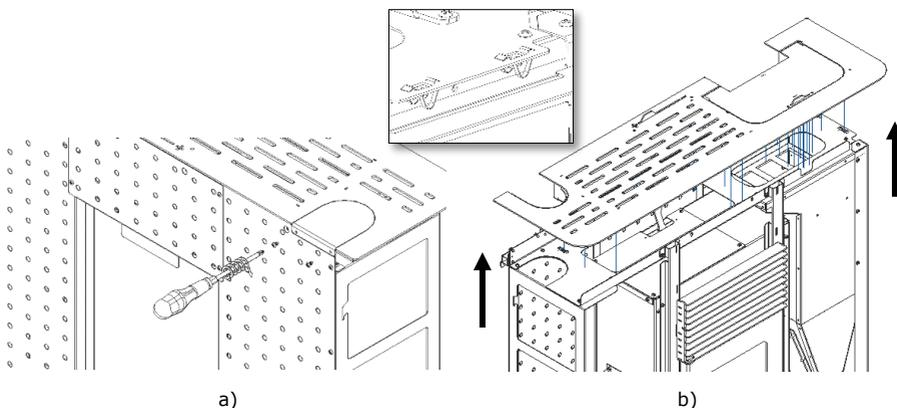

Figura 28 - Retirada de la tapa superior
a) Retire la tapa superior del equipo. En primer lugar, tiene que retirar la tapa pequeña que se encuentra fija en la parte posterior aflojando los dos tornillos (Figura 28-a). Posteriormente, mueva la tapa haciendo fuerza en el sentido indicado. No se necesita
ninguna herramienta, ya que la tapa tiene un sistema de encaje rápido mediante muelles (Figura 28-b).